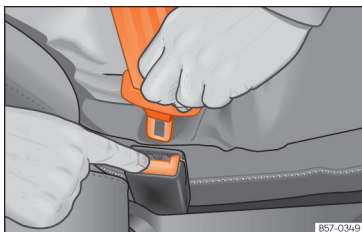

Fig. 22 Soltar a lingueta do fecho do cinto.
- Pressione o botão vermelho do fecho » » » **Fig. 22.** A lingueta saltará do fecho.